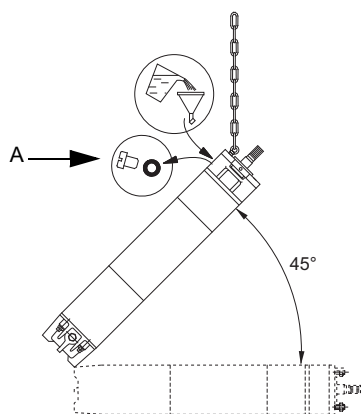

Fig. 4 Position du moteur pendant le remplissage - MMS
1. Placer le moteur à 45 ° avec la partie supérieure dirigée vers le haut. Voir fig. 4.